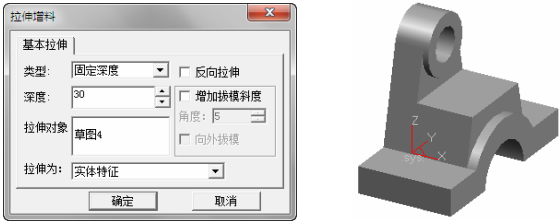

图 6-110 创建拉伸特征
3) 选择下拉菜单“造型”→“特征生成”→“拉伸增料”命令, 或者单击“特征生成栏”工具栏上的“拉伸增料”按钮, 弹出“拉伸增料”对话框, 选取“固定深度”类型, 填入深度 30mm, 拾取上一步创建的草图, 单击“确定”完成操作, 如图 6-110 所示。